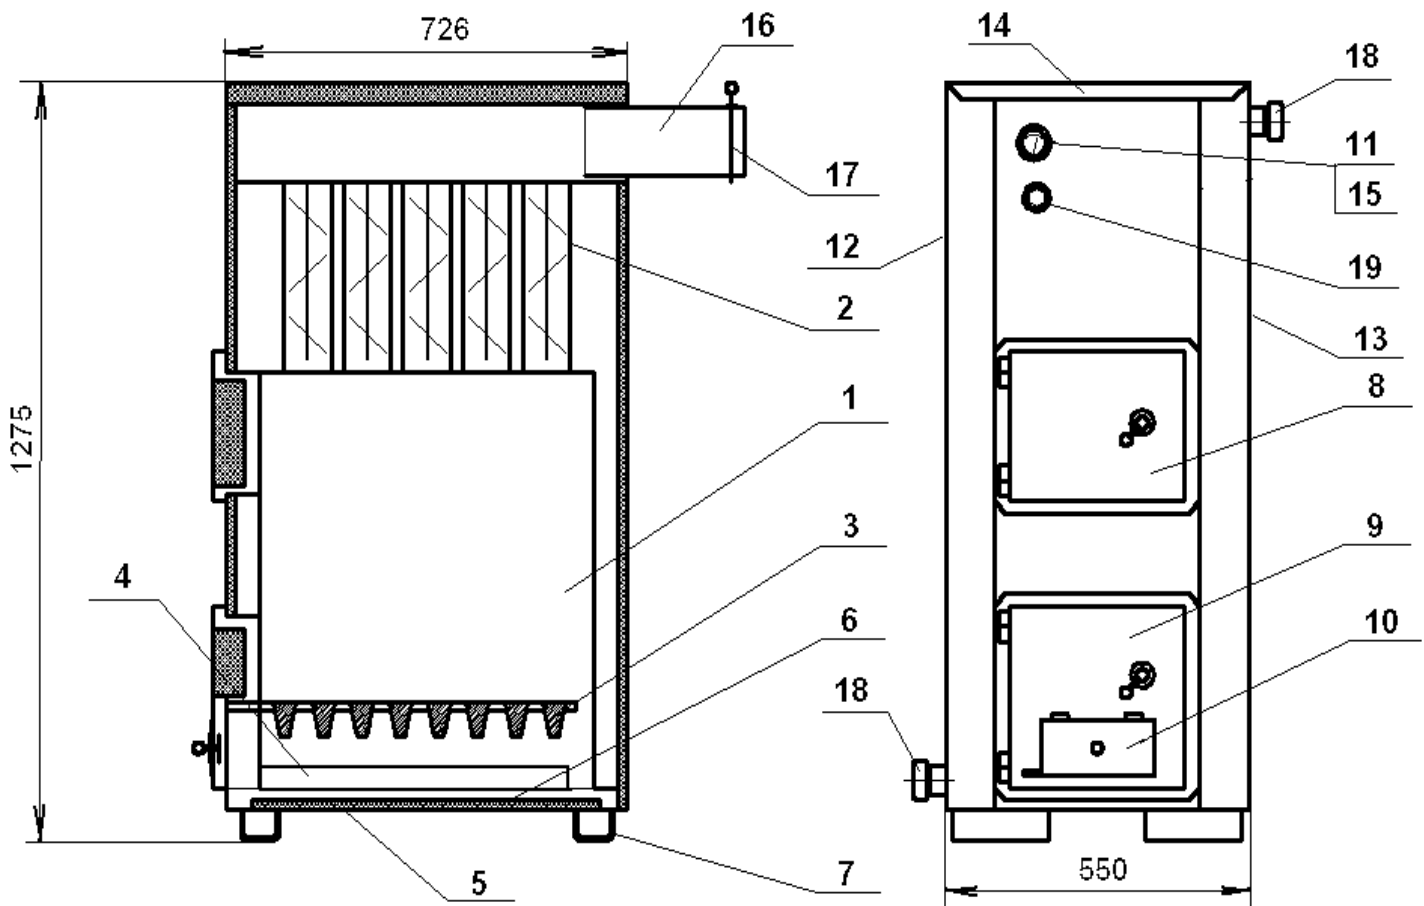

Рисунок 1. Котел опалювальний
6.1.6 Встановити регулятор тяги Regulus RT3 або Honeywell FR124 (при наявності). Для цього на передній панелі котла вигвинтити заглушку поз.19 (рис.1).
Встановити у отвір фіксатора шестигранний важіль. Гвинтом зафіксувати важіль у горизонтальному положенні. Вільна кінцівка з закріпленим на ній гачком ланцюжка повинна бути розташована над прямокутним отвором на заслінці поз.10 (рис.1).
Другу кінцівку ланцюжка просунути через прямокутний отвір на заслінці поз.10 (рис.1) та закріпити гачком за ланку ланцюжка. Перевірити можливість вільного руху важіля при повороті ручки управління.
7.1.4 Регулювання температури води у котлі проводиться за допомогою шиберу (поз.17, рисунок 1) та заслінки (поз.10, рисунок 1). Для збільшення температури необхідно відкрити шибер та заслінку, для зменшення — повністю або частково закрити шибер та заслінку.
При обладнанні котла регулятором тяги Regulus RT3 або Honeywell FR124 регулювання температури води проводиться за допомогою шиберу (поз.17, рисунок 1) та регулятора тяги. Для збільшення температури необхідно відкрити шибер та встановити ручку управління регулятора на позначку більш високої температури, для зменшення — повністю або частково закрити шибер та встановити ручку управління регулятора на позначку нижчої температури.
7.2.1 Для припинення роботи котла повністю закрити заслінку (поз.10, рисунок 1). При цьому припиняється подача повітря у топку і паливо поступово загасає.